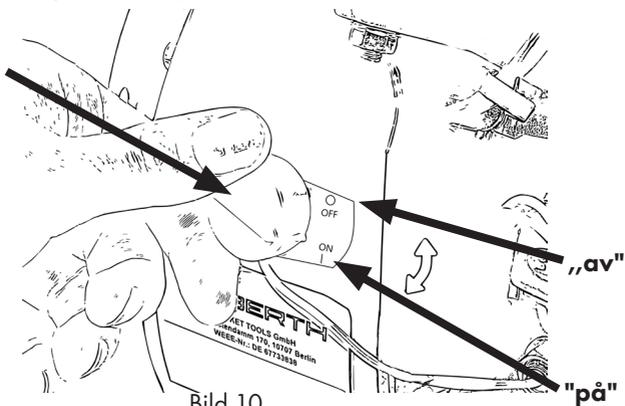

Bild 10
2. Vrid motorströmbrytaren till läge "ON". (Bild 10)